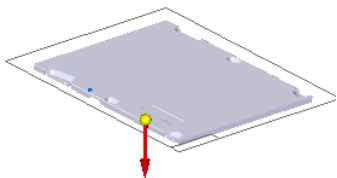
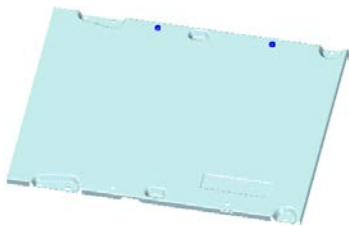

图 8.7.35 定义移除方向
图 8.7.36 镜像特征 3
(3) 定义法向除料特征属性。在命令条中单击“厚度剪切”按钮 和“全部穿透”按钮 ，并将移除方向调整至图 8.7.35 所示的方向。
(4) 单击 按钮，完成特征的创建。
Step16. 创建图 8.7.36 所示的镜像特征 3。
(1) 选取要镜像的特征。选取“法向除料 2”为镜像源。
(2) 选择命令。单击“主页”功能选项卡“阵列”工具栏中的 镜像按钮。
(3) 定义镜像平面。选取前视图 (XZ) 平面为镜像平面。
(4) 单击  按钮，完成镜像特征 3 的创建。